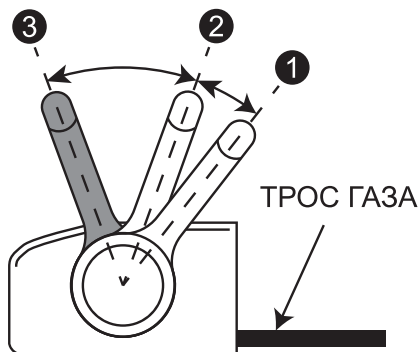

Рис. 10 Холостые обороты двигателя
Определить, что двигатель прогрелся можно по следующим признакам: двигатель устойчиво работает на холостых оборотах (рычаг газа находится в положении «3» (Рис. 10)) и крышка клапанов 2 (Рис. 1) двигателя теплая.
1. Переведите двигатель в режим холостого хода, для этого рычаг газа установите в положение «3» (Рис. 10).